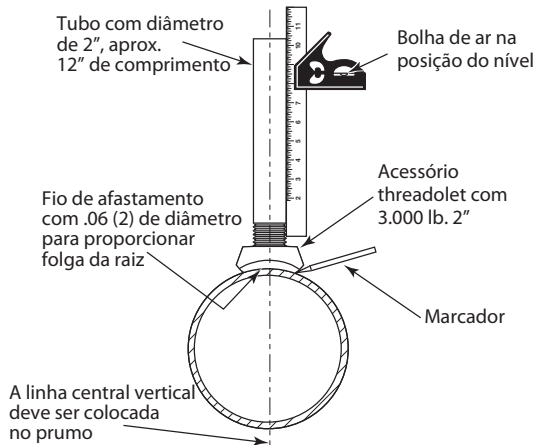
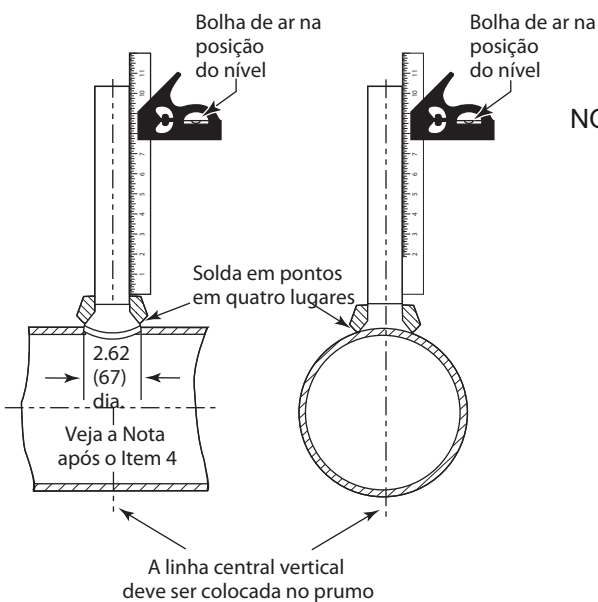

Figura 5
Figura 6
2. Coloque a linha central vertical do acessório no prumo e trace o acessório para localizar a linha central do diâmetro do orifício em 2.62" (67 mm) desejado. Consulte a Figura 5.
4. Com o acessório posicionado de forma concêntrica sobre o diâmetro do orifício de 2.62" (67 mm), e da linha central vertical perpendicular (consulte a Figura 6), faça a solda do acessório por pontos em quatro pontos com espaços iguais. Após a solda por pontos, remova o fio de afastamento em .06" (2 mm) de diâmetro. Consulte a Figura 5.